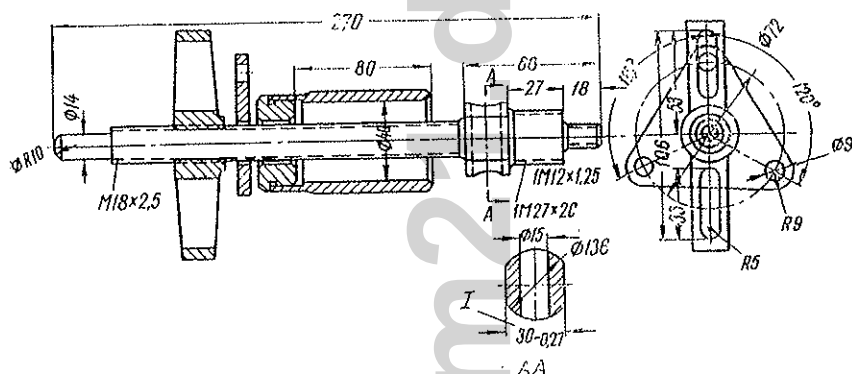

Bild 57 Abziehvorrichtung für Riemenscheibennabe, Kurbelwellenrad, Nockenwellenrad und Riemenscheibennabe der Wasserpumpe:
- mit Hilfe einer Abziehvorrichtung (Bild 57) die Riemenscheibennabe der Kurbelwelle ausbauen;
— mit einer Abziehvorrichtung (Bild 57) das Kurbelwellenrad ausbauen, nachdem man zunächst den Ölabweiser abgenommen